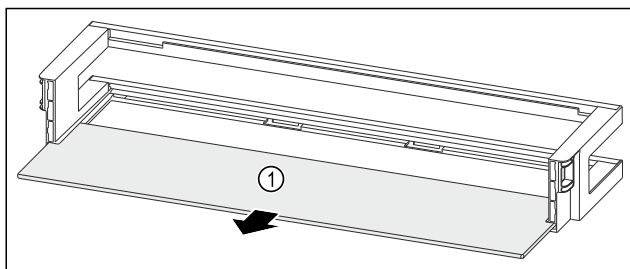

Fig. 118 Balconnet de contre-porte avec tablette de rangement
- Retirer la tablette de rangement Fig. 118 (1).